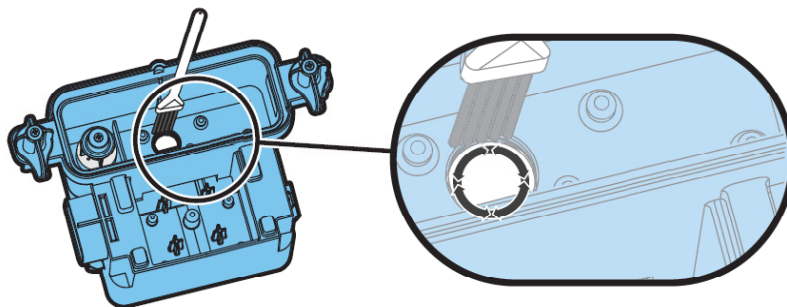

Fig.13
9. Vul de opvangbak met een kleine hoeveelheid afwasmiddel en gebruik de meegeleverde borstel om alle oppervlakken zachtjes te reinigen, inclusief de metalen schijf en de rubberafdichting die zich in het bovenste groefvlak bevindt. **Verwijder de rubberafdichtingen niet.** (Zie Afb.13 en 14)